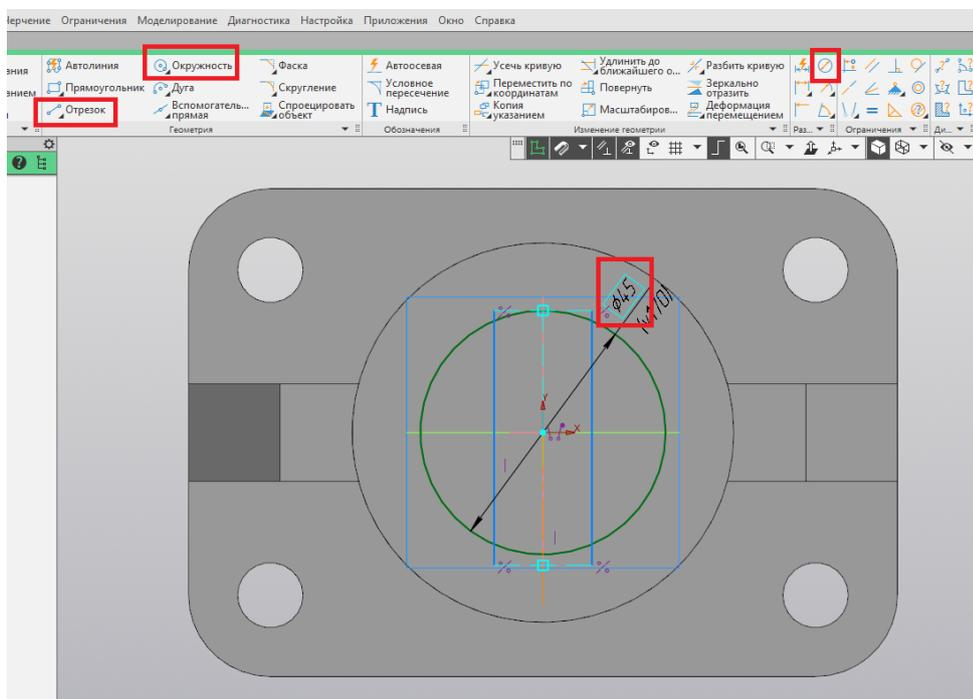

Рис. 154
26. Из начала координат строим окружность и две параллельные линии (рис. 154).